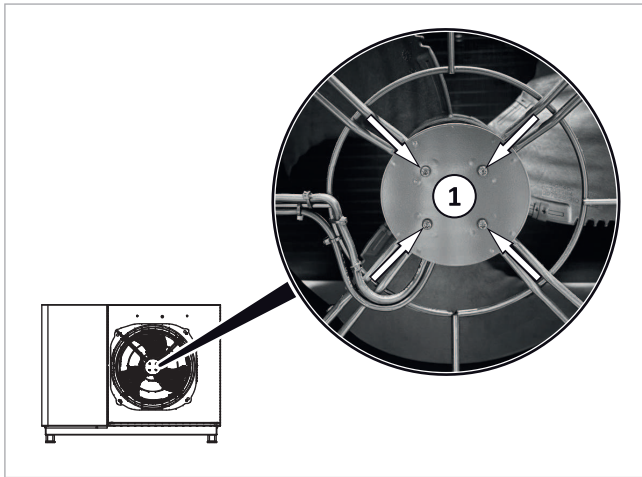

Abb. 3: Schrauben der Ventilatorbefestigung an SolvisLea 7 Pro
3. Die vier in → Abb. 3 mit Pfeil gekennzeichneten Schrauben einzeln, nacheinander durch neue Schrauben mit Sicherungslack ersetzen.